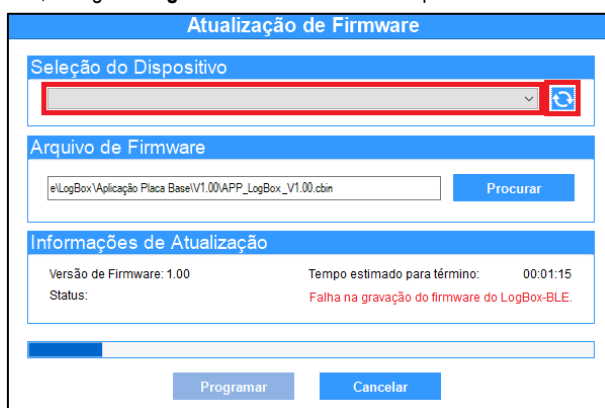

Figura 60 – Falha na gravação do firmware
- d. Caso o **NXperience** tenha sido fechado e/ou não seja mais possível encontrar o dispositivo na tela de atualização, como exibido na **Figura 60**, é necessário fechar o **NXperience**, desligar o **LogBox BLE** e reconectar o dispositivo à interface USB para uma nova tentativa.